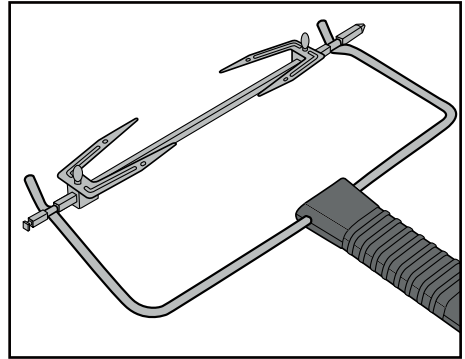

Fig. 3 Tangen **12** sættes på drejespyddet **16**
- For at tage det varme drejespyd **16** ud skal du gribe med krogene for enden af tangen **12** ned i fordybningerne på drejespyddet **16** (fig. 3):